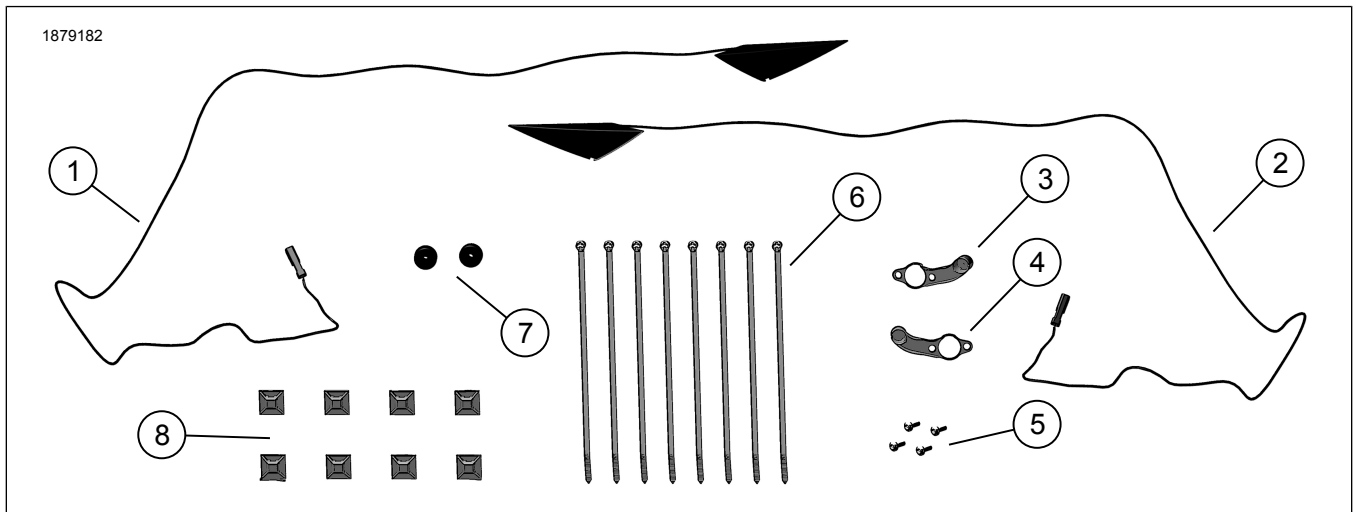
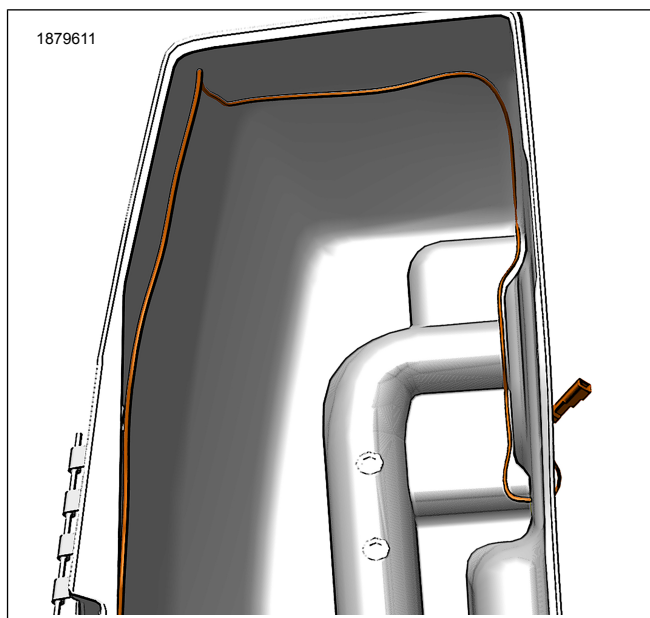

Figure 1. Contenu du kit : Lumière à DEL pour l'intérieur de la sacoche
Figure 7. Acheminement du faisceau électrique
8. Consultez Figure 1 et Figure 7. Acheminez le harnais à l'intérieur de la sacoche et fixez-le à l'aide des sangles de câble (6) et des ancrages (8).